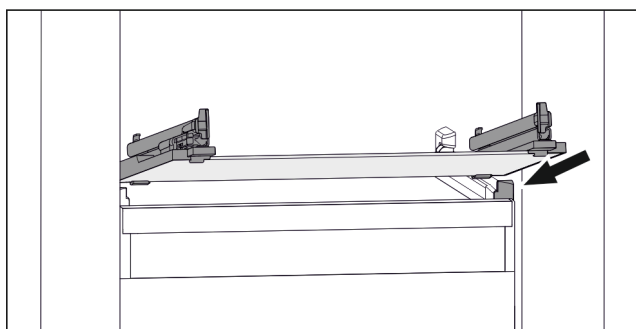

Fig. 122 Příklad znázornění skleněné desky
- ▶ Nasadte skleněnou desku šikmo za zářádky. (viz Fig. 122)